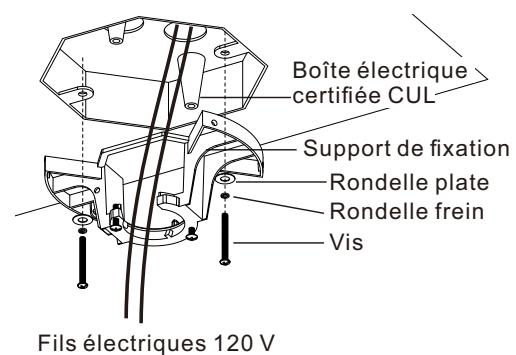

Figure 9
Étape 1 : Faire passer les câbles d'alimentation 120 V à travers l'orifice central du support de fixation au plafond, comme illustré à la (Voir fig. 9).